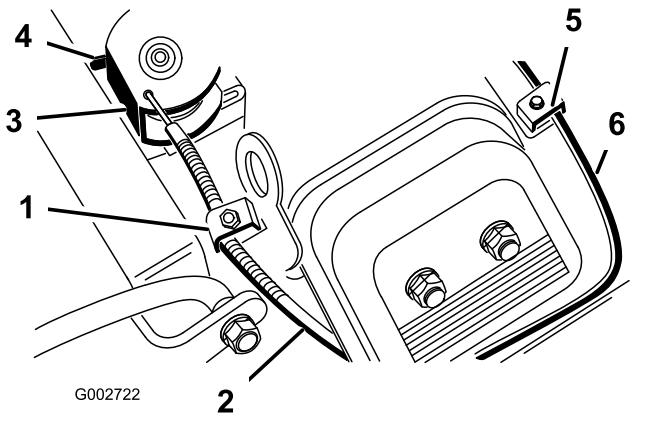

図 40
2. スロットルケーブルをエンジンに固定しているクランプのねじをゆるめる図 40。
4. スロットルケーブルを十分に引いて、スイベルの後部をストップに接触させる図 40。
2. チョークケーブルをエンジンに固定しているクランプのねじをゆるめる図 40。
4. チョークケーブル図 40を十分に引いてチョークを完全に閉じ、その位置でクランプのねじを締める。